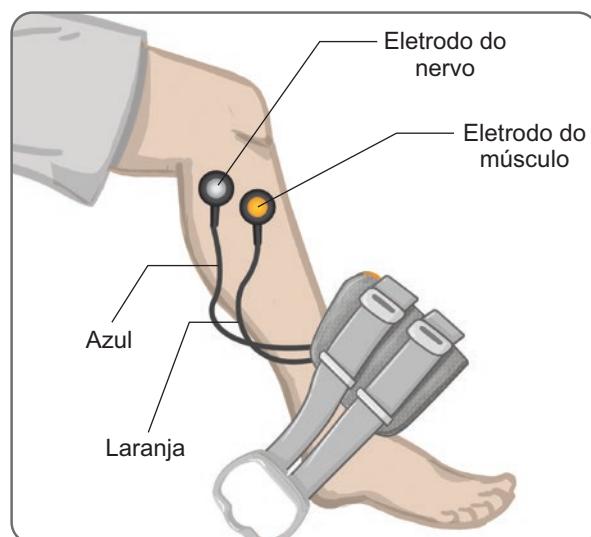

Figura 8-4: Cabo de ajuste conectado
3. Conecte as extremidades laranja do cabo de ajuste à base do eletrodo do músculo e ao orifício laranja do plugue do manguito. Veja a Figura 8-4.
4. Conecte as extremidades azuis do cabo de ajuste à base do eletrodo do nervo e ao orifício azul do plugue do manguito. Veja a Figura 8-4.
5. Coloque o manguito da parte inferior da perna ao lado do pé do paciente. Veja a Figura 8-4.